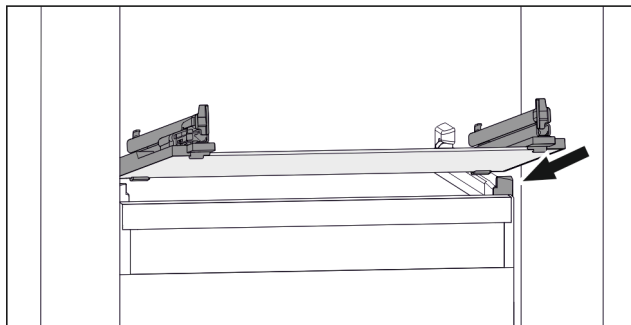

Fig. 99 Примерно изображение на стъклената плоча
- ▶ Поставете стъклената плоча под ъгъл зад ограничителите. (виж Fig. 99)